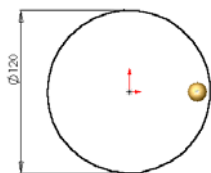
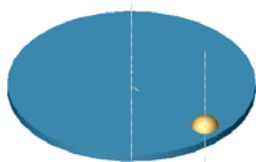

图 8-47 拉伸草图轮廓
图 8-48 拉伸特征
① 绘制草图。
3) 绘制一个以原点为圆心的圆，并标注尺寸，如图 8-47 所示。
② 创建拉伸特征。
3) 单击按钮生成拉伸特征，如图 8-48 所示。